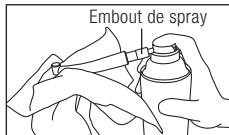

Fig. 25
- ② Secouez la boîte 3 ou 4 fois.
- ③ Insérez l'embout de spray à l'arrière de la pièce à main, en tenant la tête de cette dernière avec un chiffon, etc. (Fig. 25).